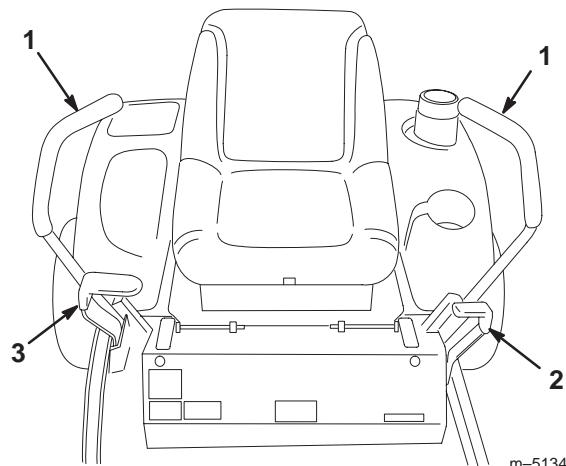

Bild 3
1. Stellen Sie die Fahrschalthebel (Bild 3) in die Neutralsperrstellung.